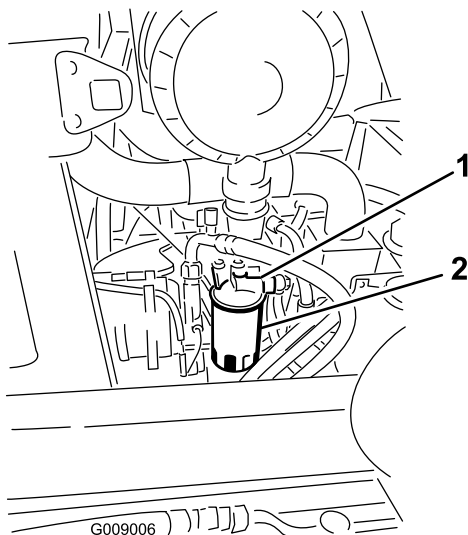

Figure 63
1. Nettoyez la surface autour de la tête du filtre à carburant (Figure 63).
2. Déposez le filtre et nettoyez la surface de montage de la tête du filtre (Figure 63).